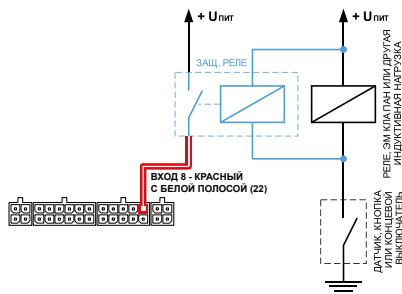

Рис.24. Схема подключения защитного реле
- 2. Защитное реле (Рис.24)** – устанавливается параллельно индуктивной нагрузке. При этом контакты защитного реле служат для замыкания входа АСН на «плюс».